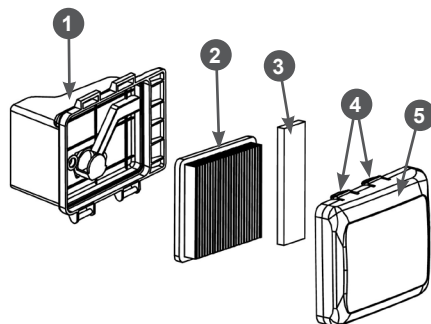

Рис. 23. Обслуживание воздушного фильтра
1. Нажмите на фиксаторы 4 и снимите крышку 5 воздушного фильтра (Рис. 23).
2. Извлеките бумажный фильтрующий элемент 2 и поролоновый фильтрующий элемент 3 (Рис. 23).
6. Произведите очистку крышки 5 воздушного фильтра и корпуса 1, не допуская попадания пыли и грязи в воздухопровод, ведущий к карбюратору (Рис. 23).